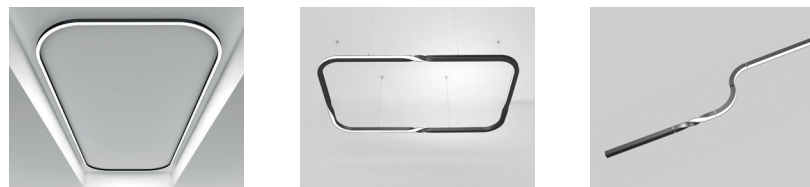

Рис.1-3. Примеры использования ленты RZ
- Специальная форма печатной платы позволяет изгибать ленту RZ на плоскости. Лента RZ подходит для использования на криволинейных поверхностях, например, в закругленных и скрученных профилях (рис. 1-3)